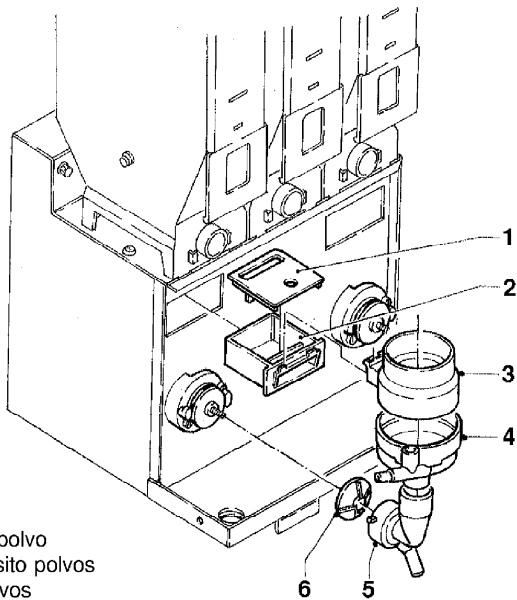

Fig. 6
- remover (ver Fig. 6) de los mezcladores los embudos de los polvos y los del agua, los conductos, los cajones de los polvos y las ruedas de paletas de las motobatidoras;